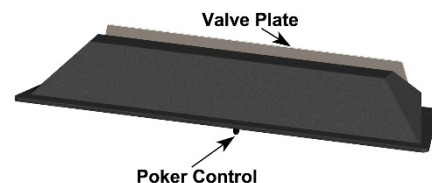

Figure 11. Amortisseur
H. Installez le clapet en fonte. Voir les figures 11 et 12. Fixez la poignée du tisonnier à travers le registre à la porte du registre. Placez le registre sur le dessus de la boîte à feu, la poignée tournée vers l'avant du foyer. La lèvre inférieure du registre doit reposer sur la brique réfractaire, la lèvre avant reposant sur le linteau avant (8). Mettez le registre en place avec du mortier. Assurez-vous que le registre s'ouvre et se ferme correctement.